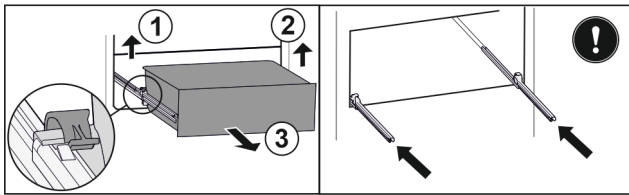

Fig. 20
- ▶ Повдигнете лявата скоба и едновременно с това изтеглете напред чекмеджето отляво. Fig. 20 (1)
- ▶ Повдигнете дясната скоба и едновременно с това изтеглете напред чекмеджето отдясно. Fig. 20 (2)
- ▶ Извадете чекмеджето напред. Fig. 20 (3)